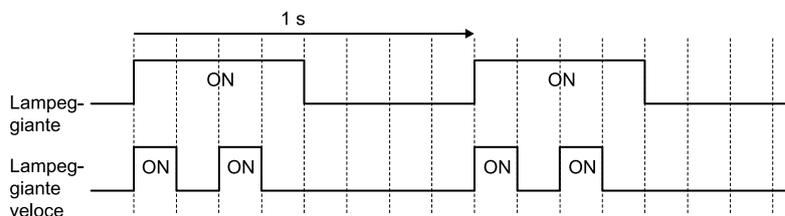

Figura 7.1 Stati di lampeggiamento LED
*1 Per la differenza tra lampeggiante e lampeggiante veloce, vedere Figura 7.1.